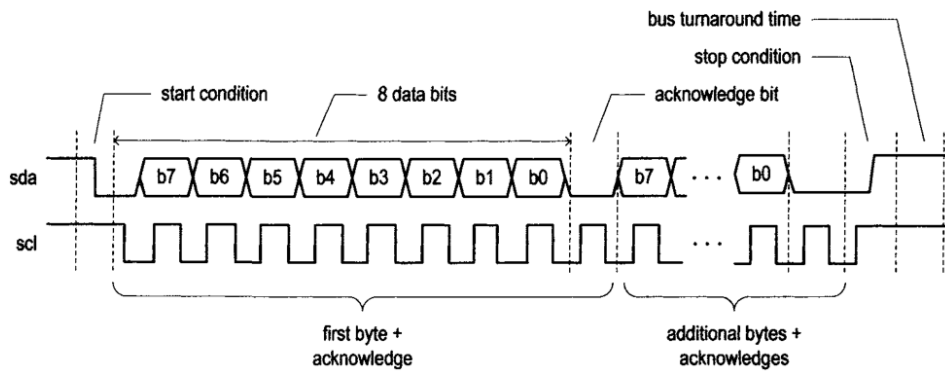

Figura 1: Diagrama de tiempos genérico de una transferencia por  $I^2C$
El diagrama de tiempos de una típica transferencia de datos se muestra en la figura 1. Ambas líneas están en alto cuando el bus esta en estado “inactivo”. El master inicia la transferencia creando una condición de arranque (S), en la cual  $SDA$  cambia de alto a bajo mientras que  $SCL$  se mantiene en alto. Luego genera la señal clock sobre  $SCL$ . Dependiendo del tipo de transacción, o el maestro o el esclavo seleccionado introducen datos sobre  $SDA$ . Los datos deben ser estables cuando  $SCL$  este en alto y el cambio de dato solo puede ocurrir cuando  $SCL$  este en bajo. Estas definiciones aseguran que tanto las condiciones de arranque como parada nunca puedan ser confundidas como datos.